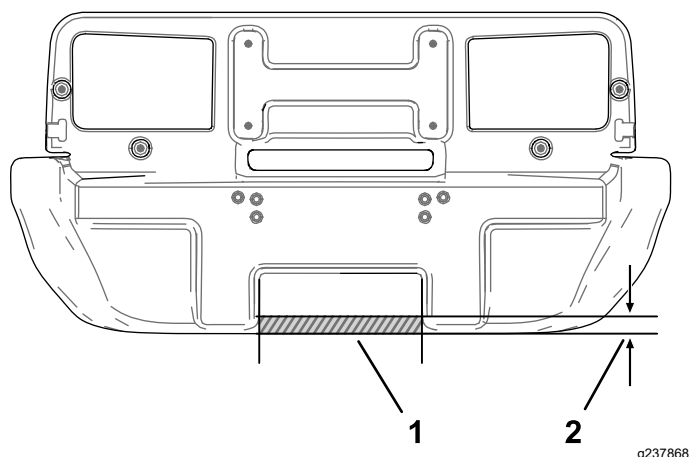

Figura 60
1. En la parte trasera del parachoques, trace una línea a 2,5 cm del borde inferior del parachoques, en la zona central hundida, como se muestra en la Figura 60.